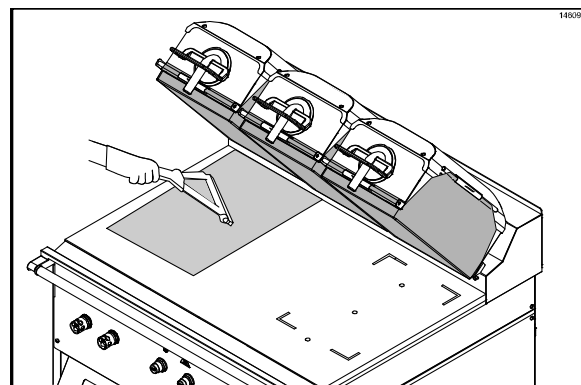

Abbildung 75
50. Mit dem für den Grill bestimmten Gummi-Abzieher behutsam ziehend die Luftblasen unter der Trennfolie herausdrücken, ohne die Trennfolie dabei zu kniften oder zu falten. (Siehe Abbildung 75.)